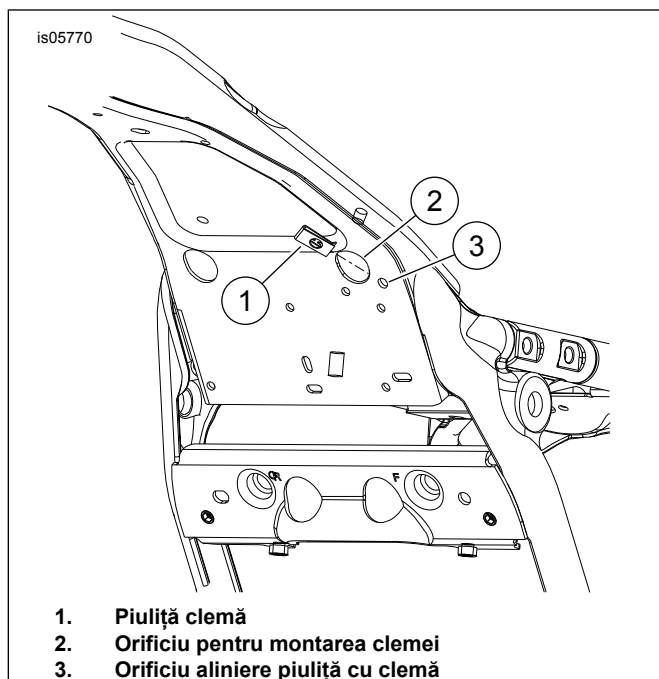

Figura 2. Instalare piuliță cu clemă
1. A se vedea figura 2. Instalați piulița de prindere (1) în orificiul de montare (2). Aliniați gaura piuliței cu orificiul de aliniere (3). Urmăriți instrucțiunile incluse în kitul deflector de aer de la jumătatea cadrului pentru a instala cele patru piulițe "speciale" cu auto-nituire.